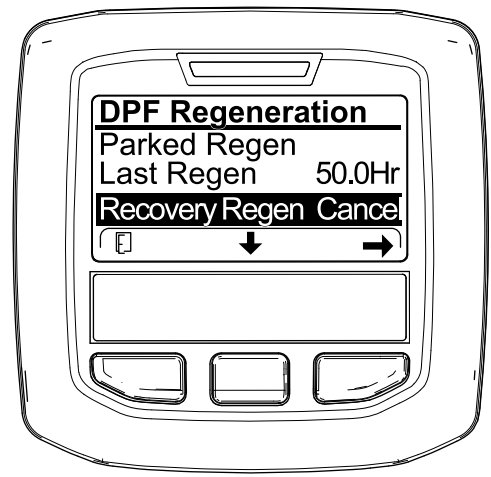
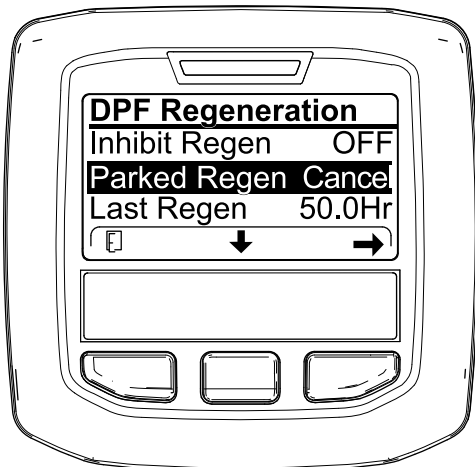

Figura 59
Figura 58
1. Accesai meniul DPF Regeneration (Regenerare DPF) (Figura 58).
2. Apăsai butonul central pentru a derula în jos către opțiunea PARKED REGEN CANCEL (Anulare regenerare în stare de parcare) (Figura 58) sau opțiunea RECOVERY REGEN CANCEL (Anulare regenerare de recuperare) (Figura 59).
3. Apăsai butonul din dreapta pentru a selecta accesarea Regen Cancel (Anulare regenerare) (Figura 58 sau Figura 59).